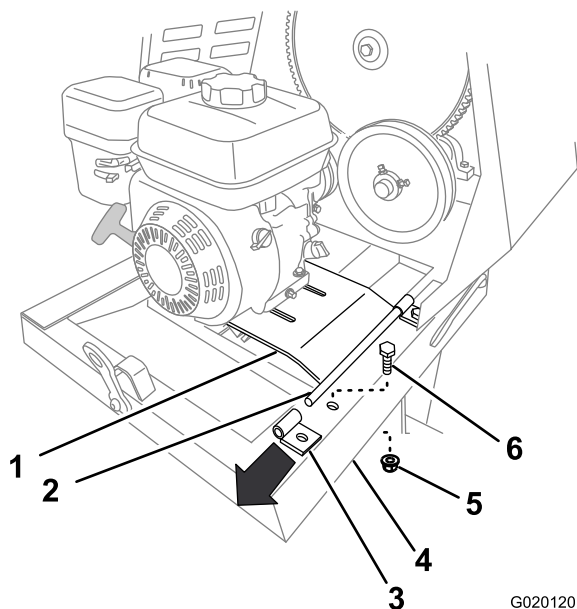

Figure 50
8. Retirez le boulon et l'écrou qui fixent le support arrière de la charnière de plancher moteur au cadre de la machine (Figure 50).
9. Soulevez le bord arrière du plancher moteur et déposez le support de charnière (Figure 50).
6. Fixez le support arrière au cadre de la machine avec le boulon et l'écrou (Figure 50) retirés à l'opération 8 de Dépose du moteur (page 37).